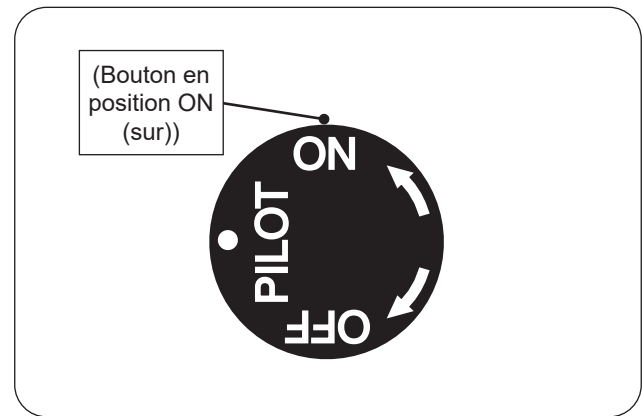

Fig. 54-1 Éclairage manuel
1. Assurez-vous que la veilleuse brûle. Tournez le bouton de commande dans le sens antihoraire  ON (sur) pour allumer le brûleur (voir Fig. 54-1).